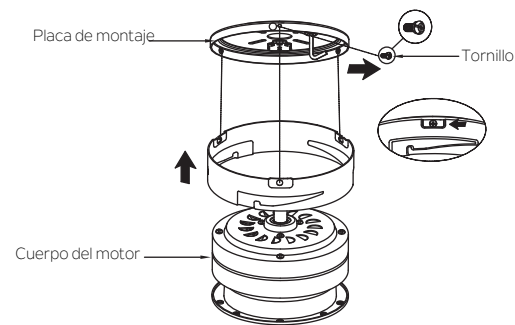

Fig. 11
Paso 1. Retire el tornillo marcado con una etiqueta con un punto a preinstalado en la placa de montaje y guárdelo para uso posterior. Afloje los otros dos (no los retire). (Fig. 11)
Paso 2. Levante el cuerpo del motor sobre la placa de montaje, coloque los dos orificios ovalados de la tapa de la placa de montaje sobre los 2 tornillos aflojados previamente de la placa de montaje. Haga girar la placa de montaje hasta que se traben en su lugar en el extremo angosto de los orificios principales. Asegure ajustando los 2 tornillos y el tornillo retirado anteriormente. (Fig. 11)